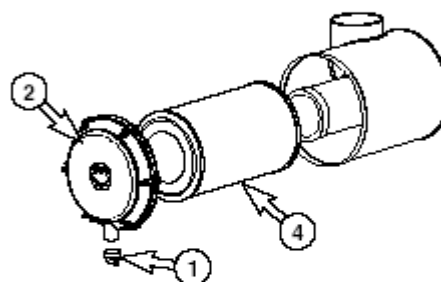

Рисунок 90
2. Снимите клапан эвакуатора пыли (1, Рисунок 90) и крышку воздухоочистителя (2).
3. Извлеките внешний фильтр (4, Рисунок 90) из кожуха воздухоочистителя.